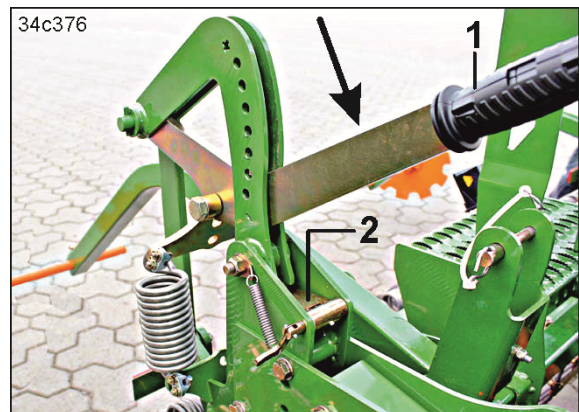

Bild 203
4. Tryck spaken (Bild 203/1) i pilens riktning tills klämplåten (Bild 203/2) går i ingrepp.